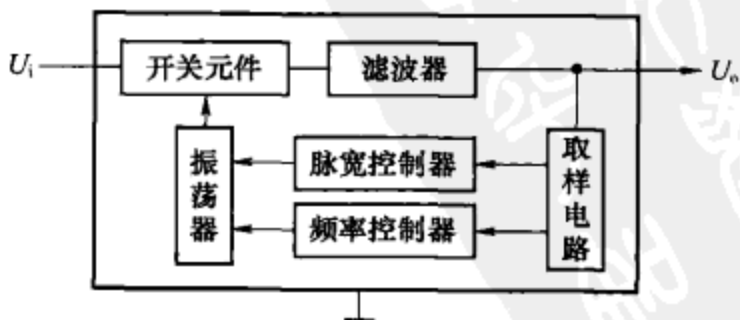

图 7-71
(5) 他激脉宽和频率控制式稳压电路原理如图 7-71 所示, 取样信号通过脉宽控制器和振荡